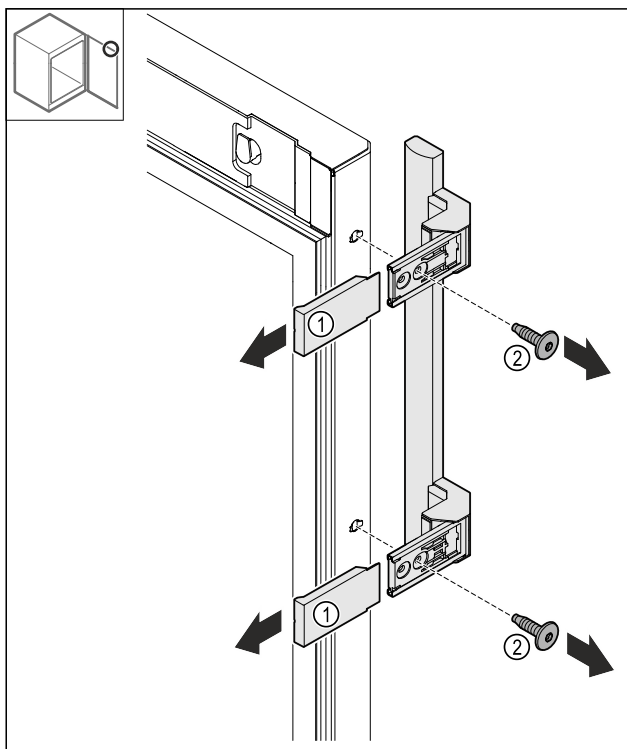

Fig. 25
- Zdjąć osłony Fig. 25 (1).
- Odkręcić śruby Fig. 25 (2).